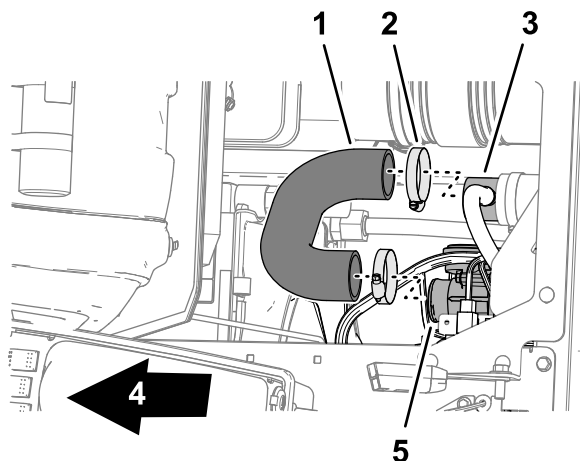

Figura 1
2. Por baixo da área do banco do passageiro, remova as duas abraçadeiras de tubos que prendem o tubo do filtro de ar ao tubo de ventilação em T e à entrada do corpo do acelerador (Figura 1).